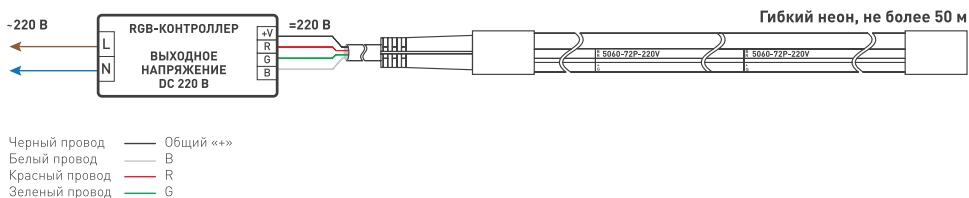

Рисунок 2. Схема подключения.
- 3.8. Если для управления «гибким неонам» используется сторонний контроллер не из комплекта, выполните подключение согласно приведенной схеме. Соблюдайте полярность подключения, а также маркировку, нанесенную на боковой поверхности неона (В — синий, R — красный, «+» — общий плюс, G — зеленый) и цветовую маркировку проводов (см. рисунок 2).